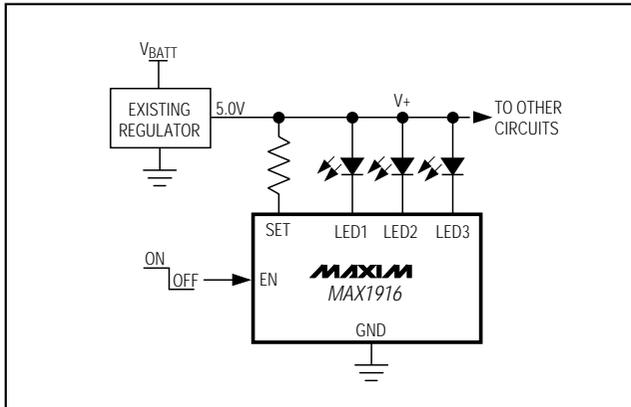

図4. 既存の5V電源電圧回路
- 3) 既存の5V電源電圧回路(図4)：必要なLED電圧を供給し、他の回路に電源を供給するには、MAX684などの既存システムレギュレータを使用して下さい。白色LED(3.3V)はフォワード電圧が高いため、LEDがいずれのバッテリー電圧でも安定した輝度を保てるように、3.6V ~ 5.5Vの安定化電源電圧を使用して十分にマージンをもつ電圧ヘッドルームを提供するようにして下さい。既存の安定化電源電圧は V_{CTRL} として使用して下さい。